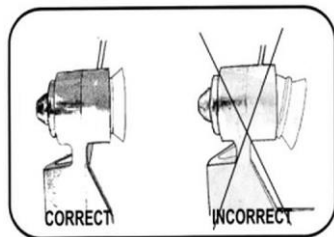

Рис. 35
5. Ввести уплотнение всасывающей насадки в пространство спирали, глубоко втискивая его (рис. 35).